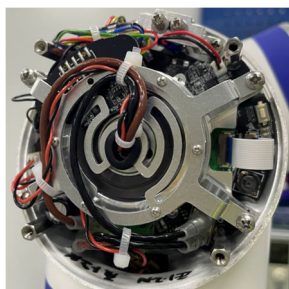

图 3-20 接线和扎线
- 用尼龙扎带在护线环外的热缩管上扎好，防止线缆被拉动或脱出，连接线缆接头棕色对应正极，黑色对应 GND，并将 485 线插在指定位置，将多余长度的线绕在束线架上用扎带固定，使接头不会松动脱出，如图 3-20 所示；